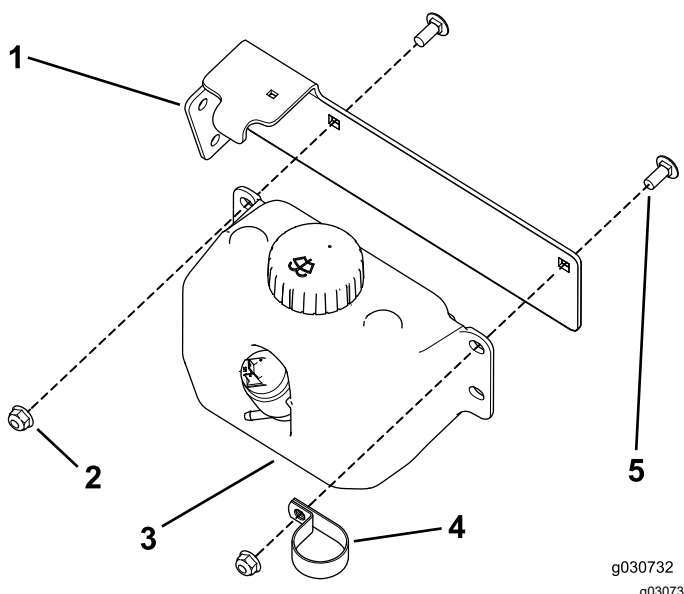

Рисунок 44
3. Используйте два каретных болта (5/16 x 3/4 дюйма) и две фланцевые гайки (5/16 дюйма) для закрепления бачка стеклоомывателя и R-образного хомута на креплении бачка (Рисунок 44).